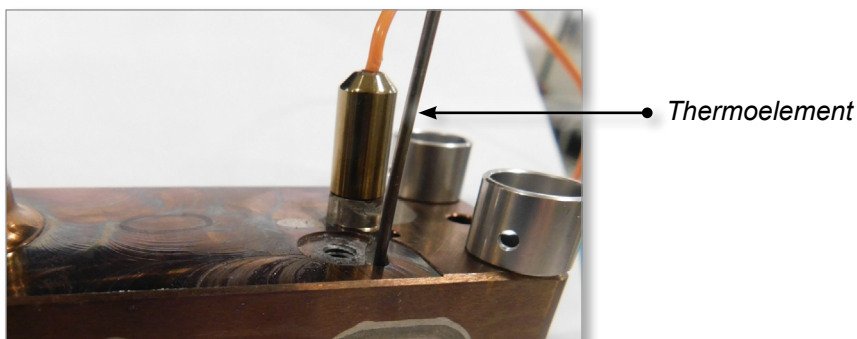

Abbildung 5-88 Thermoelementspitze einsetzen
1. Setzen Sie die Thermoelementspitze in das Thermoelementloch ein. Siehe Abbildung 5-88. Stellen Sie sicher, dass das Thermoelement den Boden des Lochs berührt.